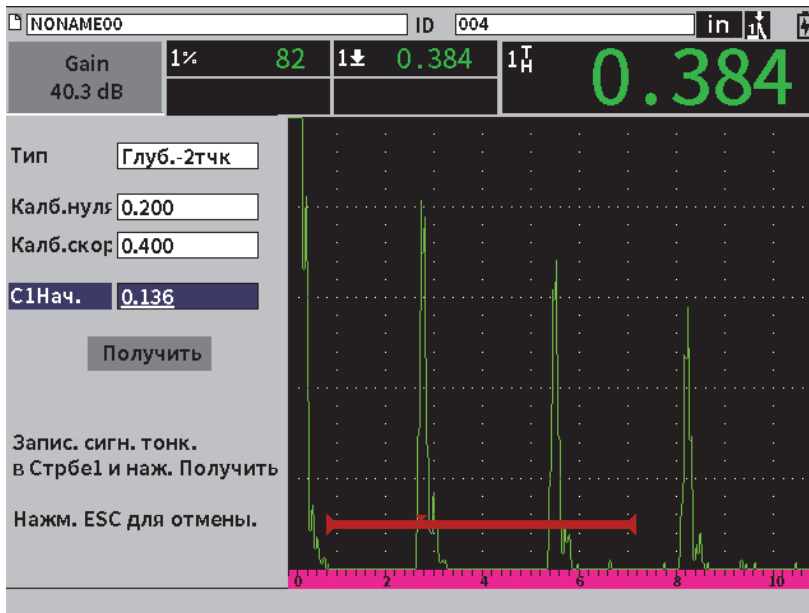

Рис. 8-6 Калибровка — Готов к получению эхо-сигнала от толстого образца
12. Нажмите клавишу Tab, чтобы выделить кнопку **Получить** (см. Рис. 8-6 на стр 120).